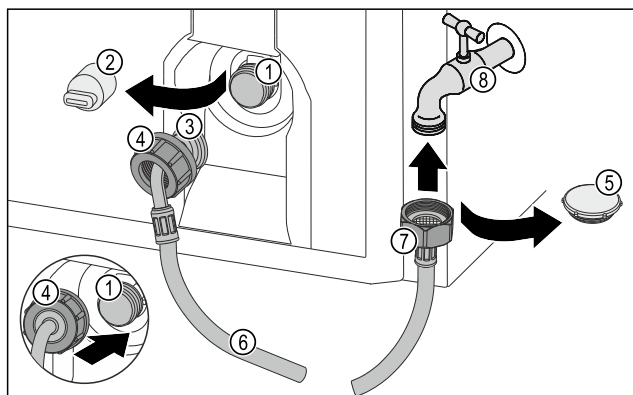

Fig. 13 Ilustratīvs attēlojums
- Noņemiet pārsegu Fig. 13 (2).
- Virziet līdz galam uzgriezni Fig. 13 (4) pāri noslēpinātam šļūtenes galam Fig. 13 (3) un noturiet.
- Pielieciet uzgriezni Fig. 13 (4) uzmanīgi uz magnētiskā vārsta Fig. 13 (1) un noturiet.
- Uzskrūvējiet uzgriezni Fig. 13 (4) ar roku taisni uz vītnes, līdz ir panākts drošs un stingrs nostiprinājums.
- Noņemiet noslēgvāciņu Fig. 13 (5).
- Pielieciet taisno šļūtenes galu Fig. 13 (7) pie ūdens krāna Fig. 13 (8).
- Pievelciet taisnā šļūtenes gala Fig. 13 (7) uzgriezni pulksteņrādītāja kustības virzienā.